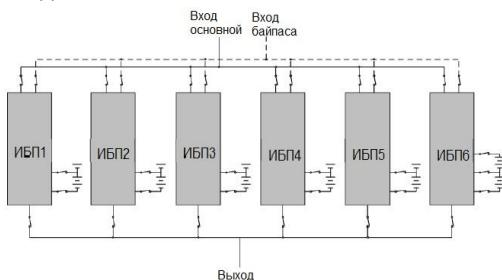
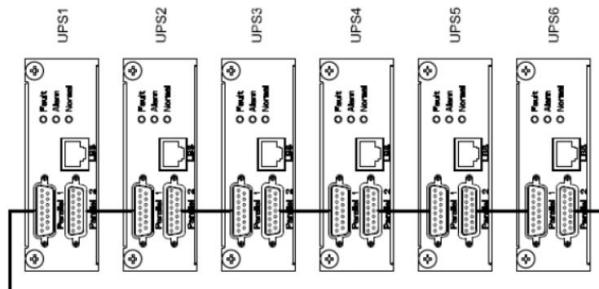

Рисунок 7 – Пример схемы подключения четырех изделий в систему параллельного резервирования с выходным распределительным шкафом.
Рисунок 8 – Схема соединения изделий в «кольцо» через параллельные порты
Изделие имеет встроенный параллельный контроллер и может работать в системе бесперебойного питания с параллельным резервированием (см. рисунок 7 и рисунок 8). Целью такой системы является либо повышение надежности (резервирование), либо увеличение общей выходной мощности (масштабирование). При исправности всех соединенных параллельно изделий (от двух до шести) нагрузка равномерно распределяется между ними, а в случае выхода из строя одного из изделий – перераспределяется между исправными изделиями, неисправное изделие отключается от системы.
- отключите входное сетевое питания каждого изделия, убедитесь в том, что все внешние выключатели разомкнуты (см. рисунок 7);